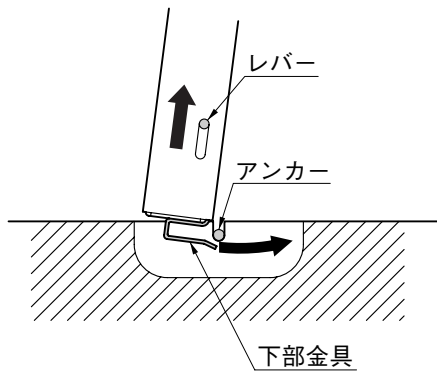

図5-2
- ❷ サポート本体の長さを調整して、サポートレール下部のレバーを引上げながら基礎のアンカーに引掛けてレバーを離します。(図5-2)